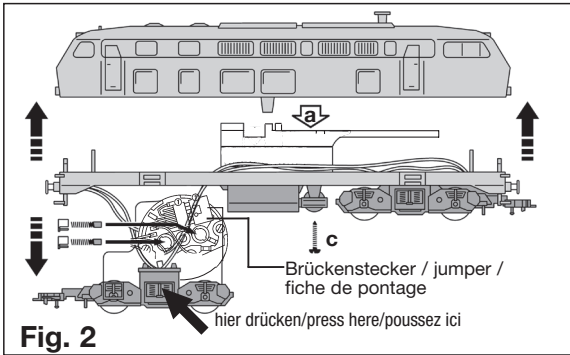
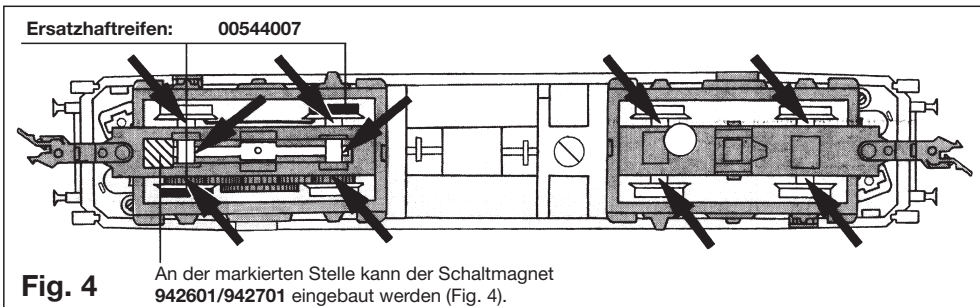
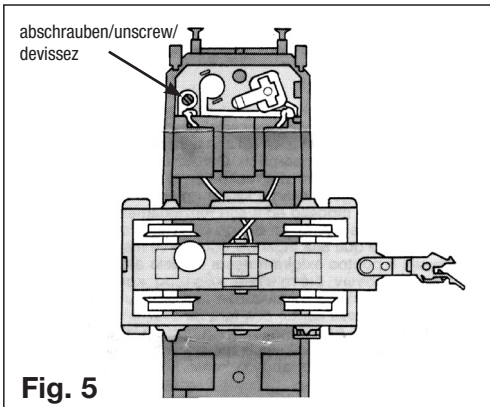
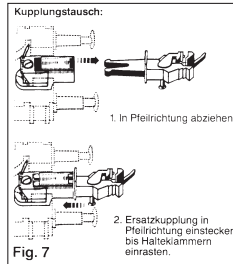

Fig. 2
Fig. 4 An der markierten Stelle kann der Schaltmagnet 942601/942701 eingebaut werden (Fig. 4).
Fig. 5
Fig. 7
Gehäuse öffnen: Nur zum Einbau eines Decoders nötig. Schraube **c** auf Lokunterseite (Fig. 2) lösen. Gehäuse an den Führerstandseiten leicht zusammendrücken und nach oben abnehmen.
Kohlenwechsel: Der Motor ist im hinteren Drehgestell der Lok eingebaut. Drehgestell am Mittelsteg zusammendrücken und aus der Führung im Rahmen nach unten herausziehen (Fig. 2). Ersatz-Kohlen einsetzen.
Die Lok ist mit einer 6-poligen elektrischen Steck-Schnittstelle nach NEM 651 ausgestattet. Zum Einbau des Fleischmann DCC-DECODERS 687403, das Lok-Gehäuse abnehmen (Fig. 2). Den Brückenstecker vorsichtig herausziehen. Mit einem der Klebestreifen, die dem Decoder beiliegen, die Seite des Decoders mit dem größten Bauelement auf die Lokbeschwerung kleben (Fig. 2/a). Unter Beachtung der Litzenführung den 6-poligen Stecker des Decoders so in die Schnittstelle stecken, dass die Markierungen »1« auf der gleichen Kante liegen. Die orange Litze liegt bei »1«. Um Kurzschlüsse zu vermeiden, achten Sie bitte darauf, dass der Schnittstellen-Stecker zum Motor-Lagerschild hin isoliert wird (zweiten Klebestreifen des Decoders verwenden).
Ölen: Geölt werden Motor und Getriebe nur an den gekennzeichneten Lagerstellen (Fig. 2, 3, 4).
Lampenwechsel: Drehgestell aus Halterung nehmen, Schaltplatte abschrauben, Lampe aus Fassung lösen, Einbau in umgekehrter Reihenfolge (Fig. 5 und 6). **Ersatzglühlampe: 00006535**
2). Renew the brushes. **Spare brushes: 6519** · Spare traction tyres: **00544007**. **Lubrication:** The motor and gear-box need only be lightly oiled at the bearing points marked (Fig. 2, 3, 4). Only use **FLEISCHMANN-Öl 6599**. Only put a tiny drop in each place (→), otherwise it will be overoiled. An applicator needle is located in the cap of the oil bottle for your use. The indicated point can be used for locating the switching magnet **942601/942701** (Fig. 4).
The locomotive is ready fitted with a 6-pole connector socket as per NEM 651. To install a digital Fleischmann DCC-DECODER 687403, glue the side of the decoder with the largest component onto the loco weight (Fig. 2/a). After pulling out the jumper, plug in the Decoder into the socket, paying attention to the wiring, ensuring that the markings »1« are on the same side. The orange wire is at »1«. Make sure that there can be no short circuit between the plug and the motor face-plate (use the second adhesive strip included with the decoder). The loco will now run under the address »3«. **Changing Bulbs:** Remove the bogie from its bearing, unscrew the pcb, and remove the bulb from its holder. Re-assemble in reverse order (Fig. 5, 6). **Spare bulbs: 00006535**. By simply inserting a light unit the light will change according to the direction of travel (white/red). **Analog operation: 6540, digital running: 66540**. **Exchange coupling:** Clip coupling: **6511** · **FLEISCHMANN-PROFI** Clip coupling: **6515**. 1. Pull off in direction of arrow. · 2. Insert exchange coupling in direction of arrow until clipped in position (Fig. 7 and 8).
Le démontage: le démontage de la loco est uniquement nécessaire pour le montage d'un decodeur. Enlever le vis **c** (fig.2). Pressez lentement les côtés de la cabine de conduite et soulever verticalement la carrosserie.
Remplacement des balais: Le moteur est monté dans le bogie arrière de la locomotive. Pincer le centre des côtés du bogie afin de pouvoir le retirer (Fig. 2). Remplacer les balais. **Balais de rechange: 6519** · **Bandages de rechange: 00544007**. **Graissage:** Le moteur et les engrenages doivent être huilés uniquement aux endroits indiqués (Fig. 2, 3, 4). N'utilisez que l'huile **FLEISCHMANN 6599**. Une seule goutte par point à lubrifier (→), afin d'éviter tout excès. L'aiguille montée dans le bouchon du petit flacon convient parfaitement à cet usage. **L'aimant permanent 942601/942701** peut être monté à l'endroit indiqué (Fig. 4).
La locomotive est équipée d'un connecteur électrique à 6 pôles, normalisé NEM 651. Pour monter un Fleischmann décodeur digital DCC 687403, retirer le boîtier de la locomotive (Fig. 2). Extraire soigneusement la fiche de pontage. A l'aide de l'un des rubans adhésifs fournis avec le décodeur, coller le côté du décodeur présentant le composant le plus gros sur le lest de la locomotive (Fig. 2/a). Brancher la fiche à 6 pôles du décodeur en respectant l'ordre des fils et en veillant à ce que les repères »1« soient du même côté. Le fil orange est prochain »1«. Remettre le boîtier de la locomotive en place. Pour éviter les courts circuits, veillez à l'isolement entre le connecteur et le carter moteur (utiliser pour cela le deuxième ruban adhésif du décodeur). La locomotive peut à présent rouler avec l'adresse »3«. **Remplacement des ampoules:** Enlever le bogie des son support, dévisser la plaquette de commande et enlever l'ampoule. Remontage en sens inverse (Fig. 5, 6). **Lampe de rechange: 00006535**. L'équipement (système analogique: **6540**, système digital: **66540**) permet d'installer aisément un éclairage avec inversion automatique suivant le sens de marche (blanc/rouge). **Changement des attelages:** Attelage à emboîtement d'autres marques: **6511** · **FLEISCHMANN-PROFI**-Attelages à emboîtement: **6515**. 1. Retirer dans le sens de la flèche. · 2. Replacer le nouvel attelage jusqu'à enclenchement de la butée (Fig. 7 et 8).
Het openen van de loc: Het openen van de loc is alleen nodig bij het inbouwen van een decoder. De schroef **c** verwijderen (fig. 2). Door het stuurstand-zijden in het midden iets samen te drukken kan men het lokhuis verwijderen.
Het vervisselen van de koolborstels: De motor is in het achterste draaistel gebouwd. Door het Draaistelraam in het midden iets samen te drukken kan men het motordraaistel losnemen (Fig. 2). Nu kunnen di koolborstels verwisseld worden. **Reservekoolborstels: 6519** · **Reserve-antislipbandjes: 00544007**. **Olieën:** De motor en de aandrijving hoeven alleen op de aangegeven plaatsen geolied te worden (Fig. 2, 3, 4). Alleen **FLEISCHMANN** olie 6599 gebruiken. Een klein druppeltje per smeerpunt (→) is heus voldoende, anders wordt de zaak te vet. Voor en juiste dosering het spuitje gebruiken dat wordt bijgeleverd in het oliefllesje. Op de gemerkte plaats kan de **schakelmagneet 942601/942701** gemonteerd worden (Fig. 4).
De locomotief is met een 6-polige elektrische adapter volgens NEM 651 uitgerust. Voor het inbouwen van een digitale (DCC) Fleischmann DECODER 687403 het lokhuis verwijderen (Fig. 2). De overbruggingsstecker voorzichtig eruit trekken. Met behulp van de megeleverde kleefstrook de decoder op het gewicht in de loc bevestigen (Fig. 2/a). Zorg er voor dat de draden van de 6-polige stecker van de decoderen zo in de adapter stekken, dat de markeringen »1« aan dezelfde kant zitten. De 6-polige stecker van de decoderen zo in de adapter stekken, dat de markeringen »1« zich aan dezelfde zijde bevinden. Om kortsluiting te vermijden dient u er op te letten dat de interface-stecker van het motorlagerschild wordt geïsoleerd (gebruik hiervoor de extra plakstrook die bij de decoder wordt meegeleverd). De lok kan nu via adres »3« rijden. **Hed vervisselen van de lampjes:** Draaistel losmaken, schakelplaatjes losschroeven, lampje uit de fitting halen. Inbouw in omgekeerde volgorde (Fig. 5, 6). **Reservevamp: 00006535**. Door het inbouwen van de lichtwisselset (**Analoge systeem: 6540, digitale systeem: 66540**) kan de lok op eenvoudige wijze voorzien worden van wisselende voor- en achterverlichting, welke afhankelijk van der rijchting brandt (wit/rood). **Het vervisselen van de koppeling:** Steek-Ruilkoppeling: **6511** · **FLEISCHMANN-PROFI**-Steekkoppeling: **6515**. 1. In de pijlrichting loostrekken. · 2. Reservekoppeling in de pijlrichting instekken tot de klemmen pakken (Fig. 7 en 8).